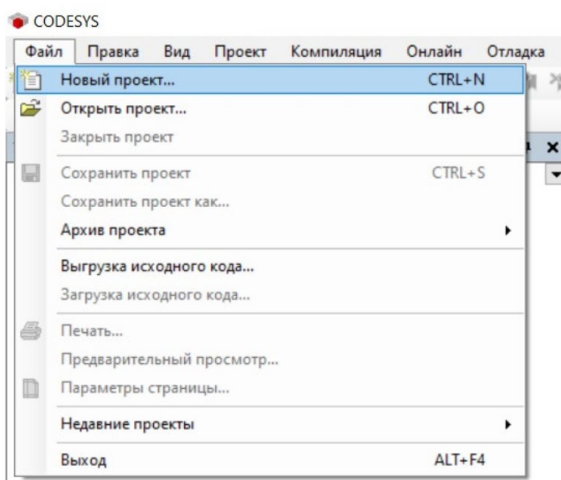

Рис. 1 Создание проекта.
4. Чтобы создать новый проект Пользователю необходимо выбрать "Файл > Новый проект". В открывшемся окне "Новый проект" необходимо выбрать "Стандартный проект", имя проекта и путь, по которому будут созданы файлы проекта (Рис. 1).